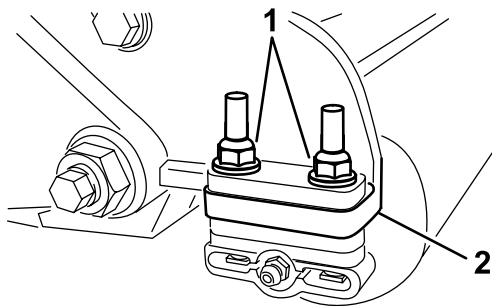

Figure 1
- Retirez les 2 contre-écrous à embase et les 2 rondelles qui fixent chaque support de rouleau aux plaques latérales (Figure 1). N'enlevez pas les boulons.